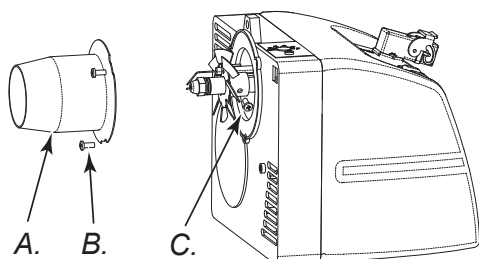

Рисунок 12 - Демонтаж горелки
- Выкрутить три гайки (B на Рис. 12), крепящие трубку горелки (A на Рис. 12).